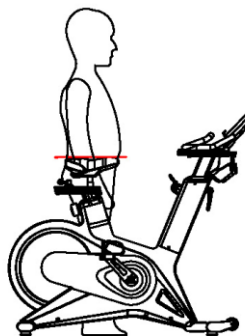

Abbildung 6
3) Stellen Sie die vordere und hintere Position des Sattels ein. Wenn Ihr Fuß vorne ist, überragt Ihr Knie Ihren Fuß gerade, wie in Abbildung 6 gezeigt.